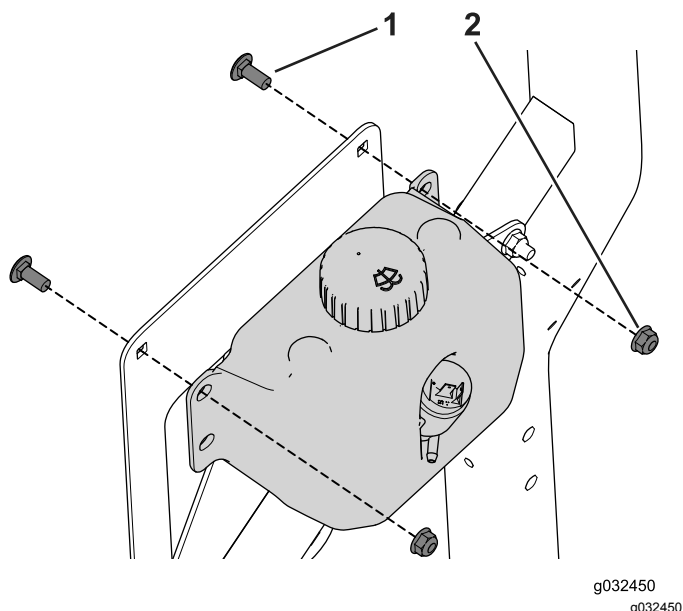

Figura 34
3. Sujete el depósito del lavaparabrisas al soporte con 2 pernos de cuello cuadrado (5/16" x 3/4") y tuercas con arandela prensada (Figura 34).